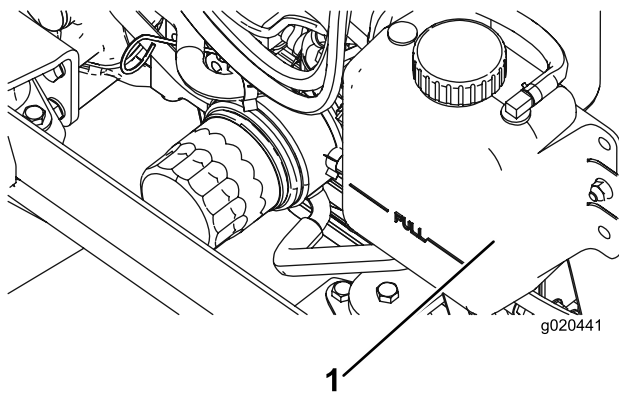

Figure 68
1. Retirez le bouchon du radiateur et le bouchon du vase d'expansion avec précaution (Figure 68).